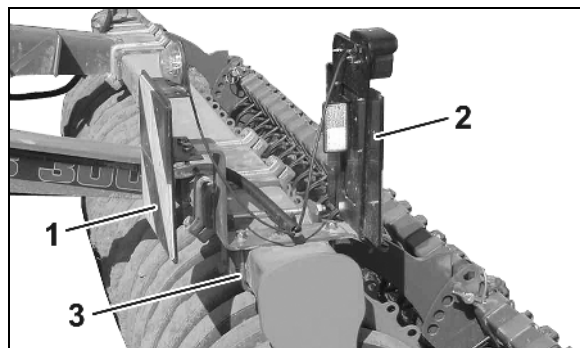

Fig. 15
- o Løsne klembøylen, og demonter belysning foran (Fig. 15/1) og bak (Fig. 15/2).